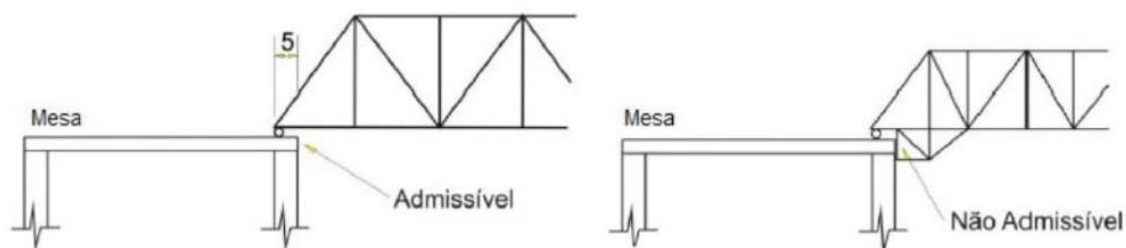

Figura 3 - Especificação dos apoios
- Altura máxima (H) de 20cm, medida verticalmente desde o ponto mais baixo até o seu ponto mais alto)
4.10 Os apoios da ponte deverão ser construídos de acordo com a Figura 3, de modo que não haja restrições horizontais no apoio e nem engastes.